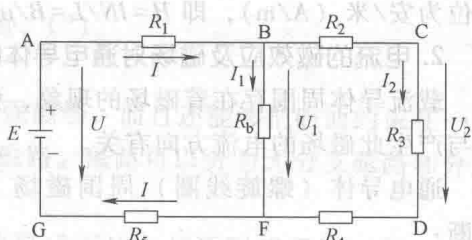

图 2-1-3 电阻的混联电路
(3) 电阻的混联 电路中既有电阻串联又有电阻并联的连接方式称为电阻混联，如图 2-1-3 所示。